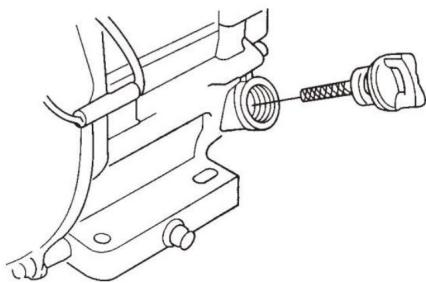

FIG. 2
- 7.2.2 Verwijder de peilstok uit de vulopening van de motorolie (FIG. 2) en veeg het schoon.